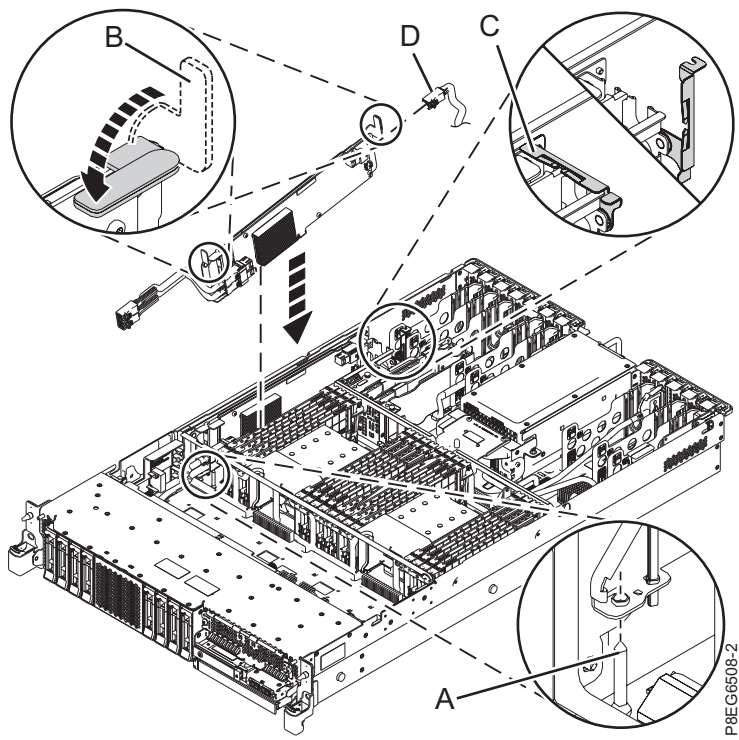

Figura 4. Sustitución del adaptador SAS RAID
2. Conecte el cable SAS en el puerto del conector frontal en el adaptador interno SAS RAID. Empuje el conector hasta que su pestillo haga clic. El extremo del cable que tiene la etiqueta de fabricación se conecta a la placa posterior de la unidad de disco. Consulte la Figura 4 en la página 7.
4. Si está el cable, vuelva a conectar el cable SAS posterior (D) al conector posterior del adaptador SAS.
5. Complete la instalación del adaptador SAS RAID encajándolo en su sitio. Asegúrese de que el adaptador esté instalado en la patilla (A). Presione hacia abajo el borde central superior de la tarjeta para fijarla firmemente el conector de la placa posterior del sistema.
6. Empuje las asas azules (A) en el sentido que se muestra en la Figura 4 en la página 7.
7. Empuje la pieza de retención de cable (A) en el sentido que se muestra en la Figura 4 en la página 7.